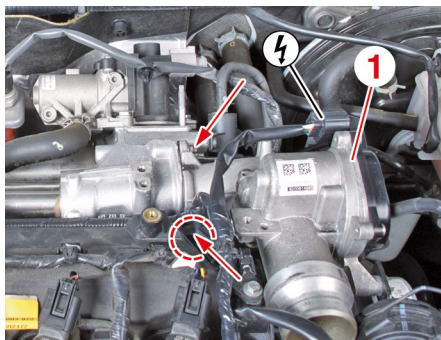

Fig. 19
- il motoposizionatore (1) (Fig. 19).